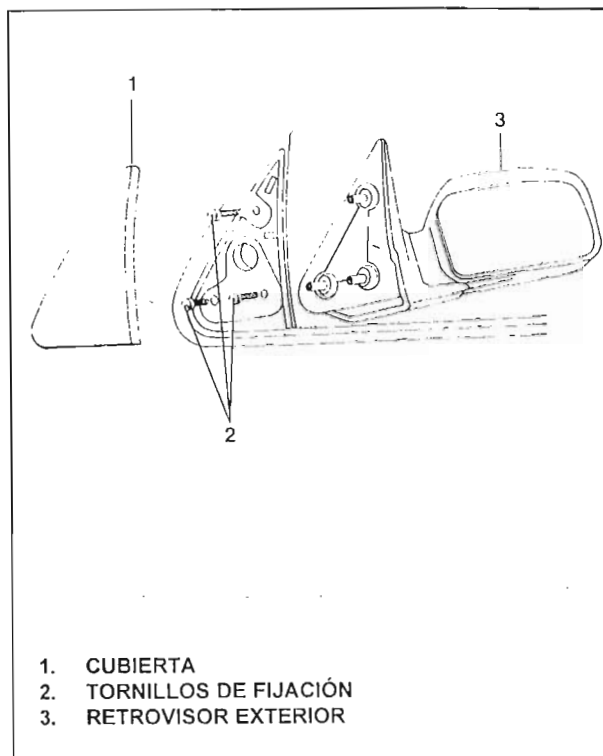

Fig. 17.
11. RETIRADA/ INSTALACIÓN DEL RETROVISOR EXTERIOR (Fig. 17)